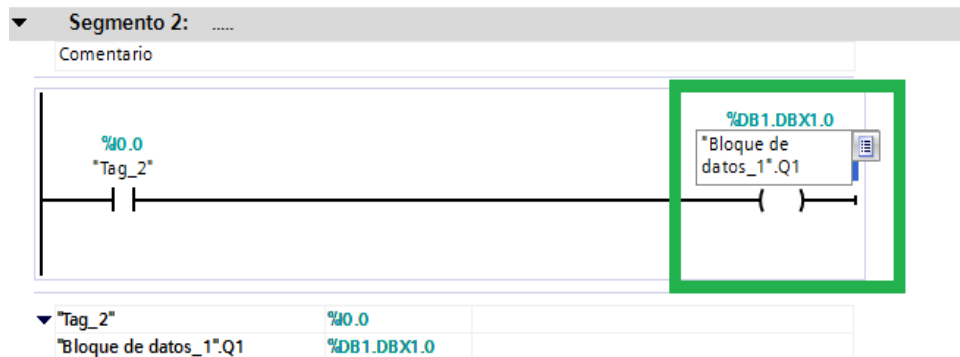

Figura 113: Bloque de datos _1.Q1
3. Dar clic derecho en la salida Q1 como se indica en el cuadro verde y seleccionar "Bloque de datos_1.Q1" Figura 113.